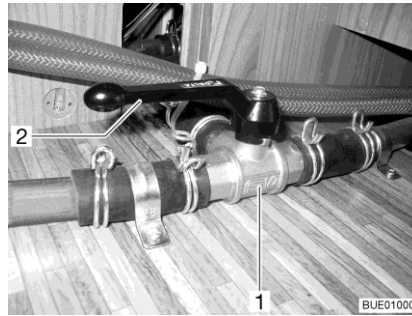

Bild 147 3-vägsventil
- Ställ spaken (Bild 147,2) till 3-vägsventilen (Bild 147,1) parallellt med den raka genomflödesriktningen (Bild 147).
- Ställ spaken (Bild 147,2) till 3-vägsventilen (Bild 147,1) tvärs mot den raka genomflödesriktningen.